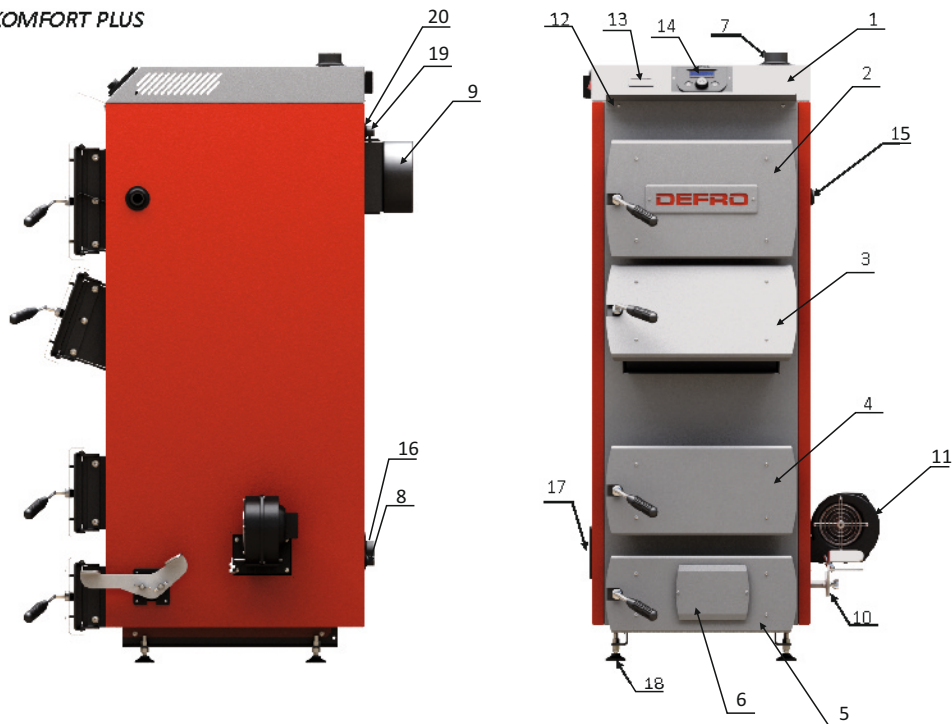

Рис.4. Основные элементы котлов типа NOWA OPTIMA KOMFORT PLUS с оснащением:
- Рис.4.** Основные элементы котлов типа NOWA OPTIMA KOMFORT PLUS с оснащением
- 1) подключить питательный патрубок (рис. 4 поз. 6) к системе в предназначенном для этого месте,
- 2) подключить туда же возвратный патрубок (рис. 4 поз. 7),
- 3) подключить прилагаемое устройство управления с вентилятором к корпусу котла (рис. 4 поз. 12, 13),